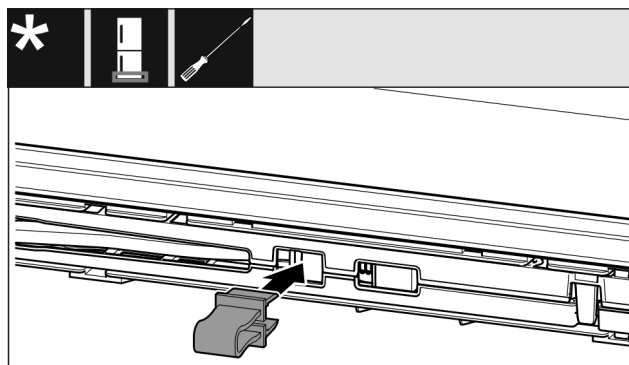

Fig. 14
- Fixați în poziție siguranța în deschizătură. (vezi Fig. 14)